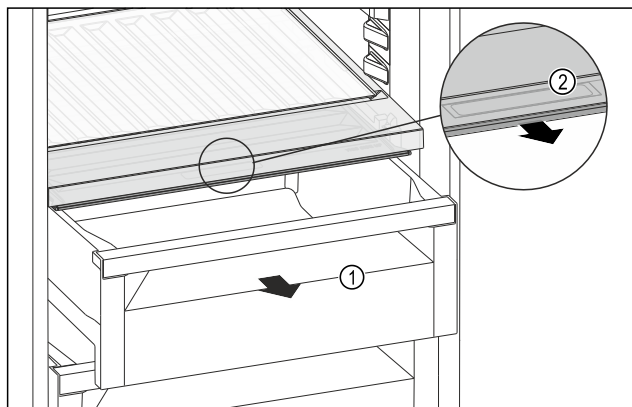

Fig. 95
- ▶ Извлеките выдвижной ящик Fig. 95 (1).
- ▶ Возьмитесь за утопленную ручку Fig. 95 (2) на крышке отделения и одновременно потяните крышку отделения вперед.